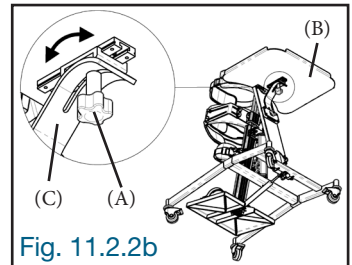

Fig. 11.2.2b
Desserrer légèrement le bouton de blocage (A) sous la table et basculer la table (B) vers le haut ou le bas sur le support (C) de table. À l'inclinaison désirée, resserrer fermement le bouton de blocage (A) afin de fixer la table en place (Fig. 11.2.2b).